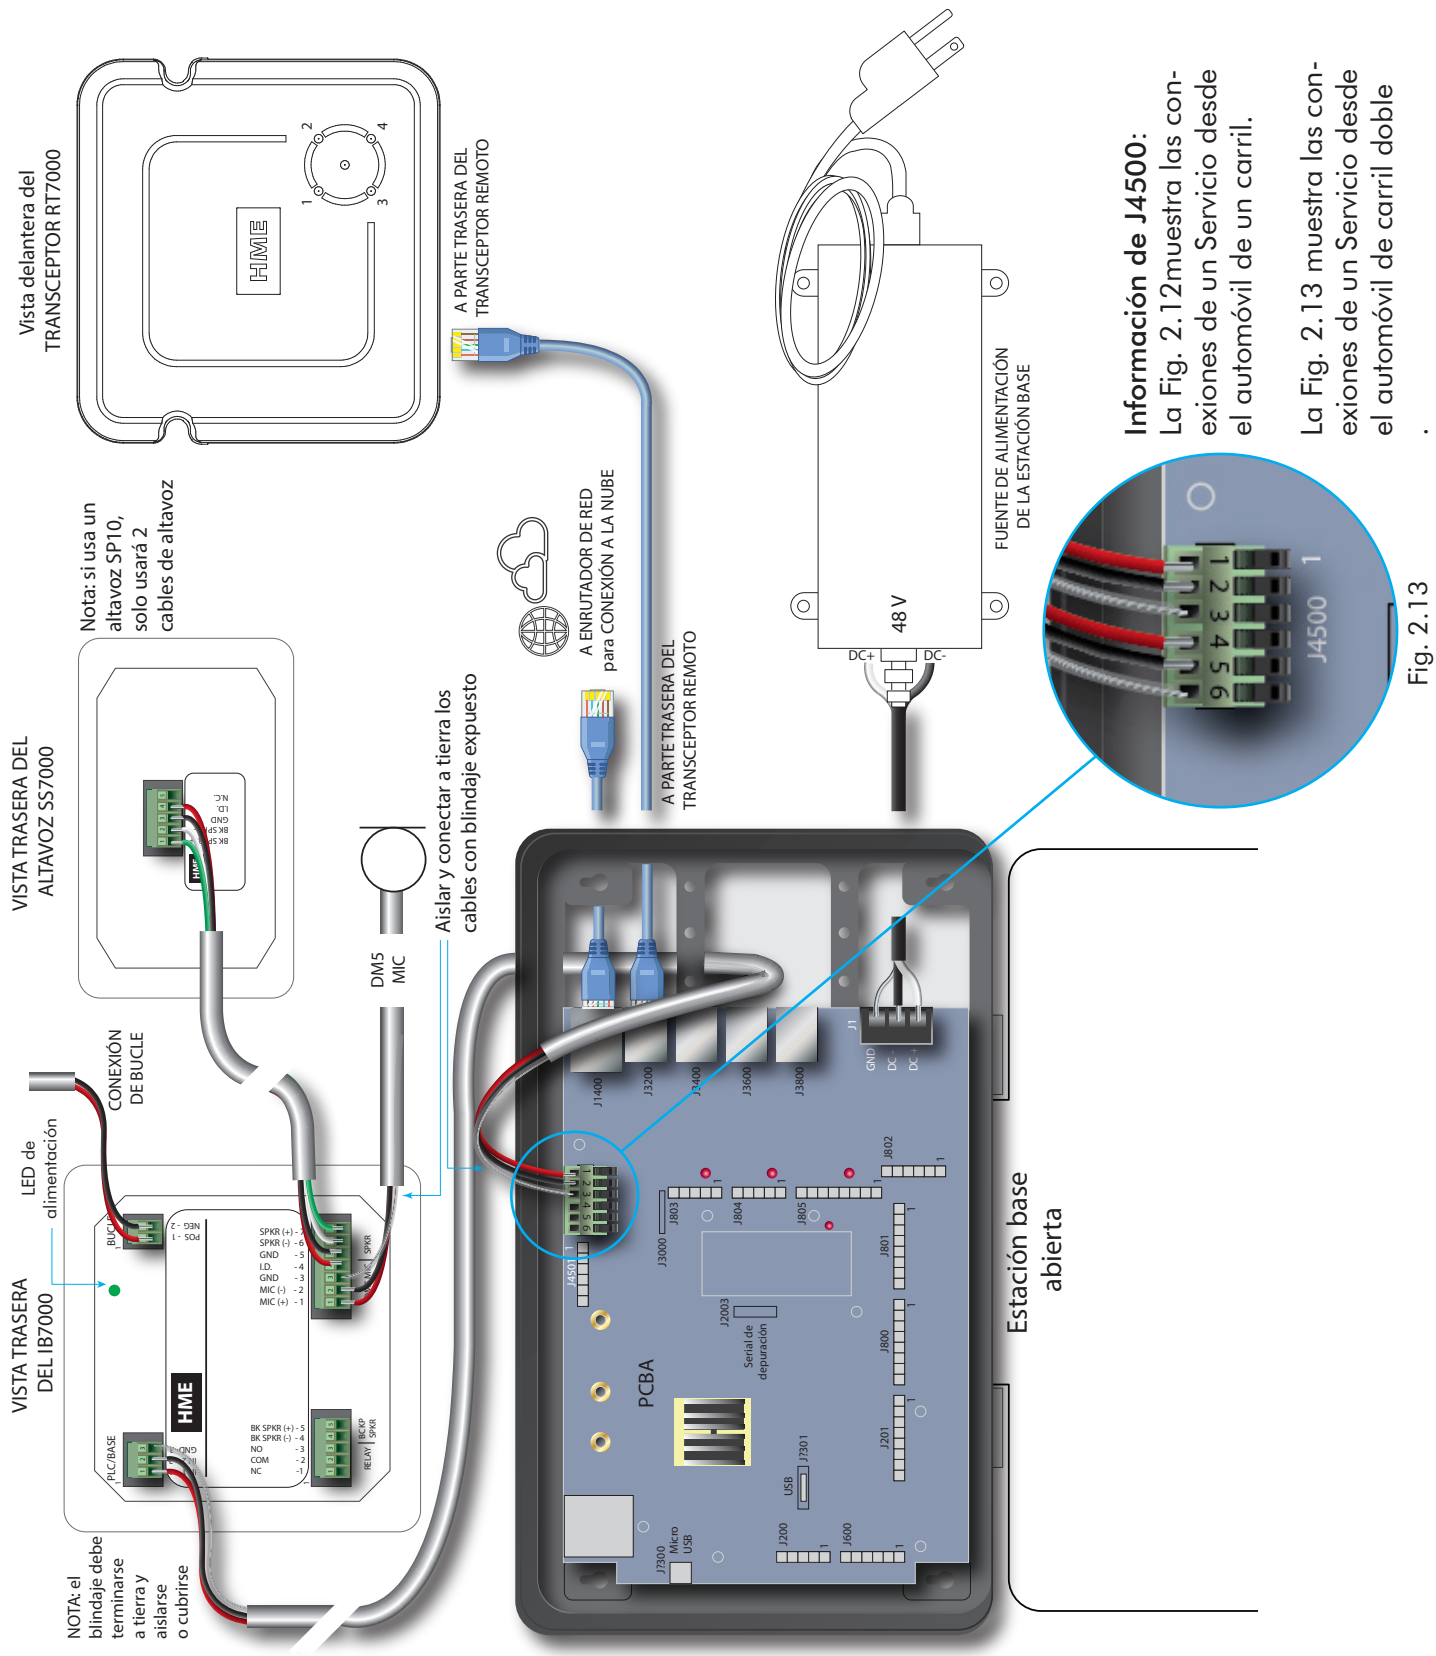

Fig. 2.12
6. Instale los otros componentes, como los puestos de altavoces, etc. Si instala un nuevo sistema con el altavoz/micrófono SM7000, utilice la fig. 2.12 como referencia de cableado. Sin embargo, si conecta un micrófono DM5 y un altavoz SS7000 o un altavoz SP10, debe utilizar también el IB7000. Utilice la fig. 2.13 como referencia para el cableado y consulte las "Notas de componentes" para obtener más detalles sobre la instalación.